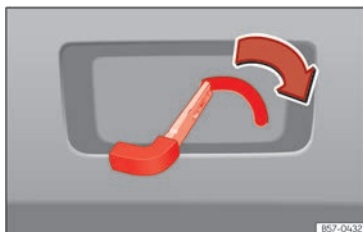

Abb. 61 Ausschnitt Gepäckraum: Notentriegelung.
- Führen Sie den Schlüsselbart in den Schlitz ein und drehen Sie den Schlüssel in Pfeilrichtung, bis sich das Schloss öffnet >>> **(Abb. 61)**.